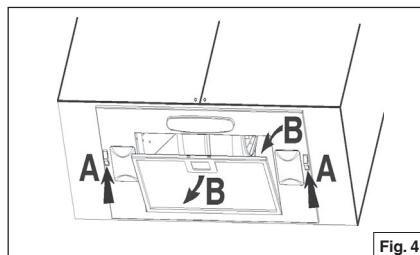
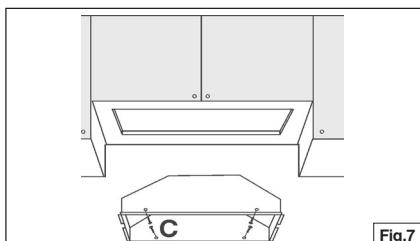

Fig. 4
Fig. 7
1. Retire el marco moviendo los dos cierres de cremallera "A" hacia adelante (Fig.4 ). Empuje el pestillo e incline el filtro hacia abajo del filtro (B) y quitar.
4. Inserte la campana en el armario (Fig.7) y bloquear en la posición con el muelle lateral.
5. Sujete la campana con (4) tornillos de montaje "C".
6. Vuelva a colocar la rejilla moviendo los dos cierres de cremallera "A" hacia atrás. (Fig.4 ).
1. Retire el marco moviendo los dos cierres de cremallera (A). (Fig.4 pàg.6).